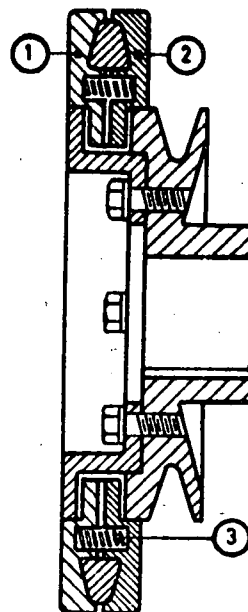

Fig. 5
Para reduzir a influência das vibrações que se produzem durante a aceleração, as árvores de manivelas possuem um amortecedor de vibrações ou "damper", e que forma parte da polia dianteira. O tipo mais comum é o amortecedor mecânico, composto por 2 discos (1 e 2) (fig. 5), separados por molas (3) destinadas a provocar o arrasto do conjunto por atrito.